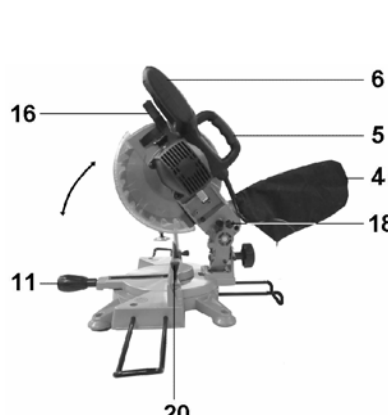

Рис. 5
Нажмите на рукоятку пилы (6) и выдвиньте блокирующий штифт (18), находящийся с задней стороны пилы. После этого придерживайте рукоятку пилы (6); пила под действием пружины переместится в верхнее положение (см. Рис.5).
## 9.2. Сборка, Рис. 5- 7